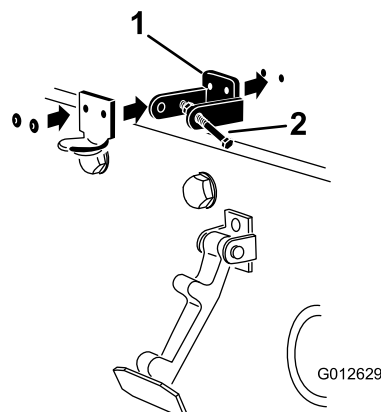

図 4
3. CEロックブラケットとフードラッチブラケットの穴を整列させてフードにセットする。ロックブラケットをフード側にフードに当てて取り付けます 図 4。ロックブラケットアームからボルトナットアセンブリを外してしまわないこと。
5. ブラケットとワッシャをフードにリベットで固定する 図 4。